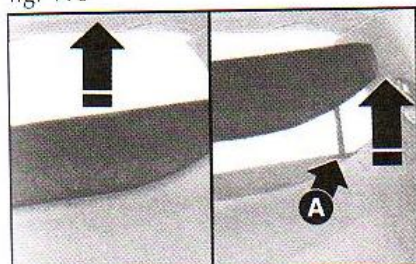

fig. 111
4) Se necessário, retirar os apoios de cabeça do banco traseiro apertando o botão A - fig. 111.